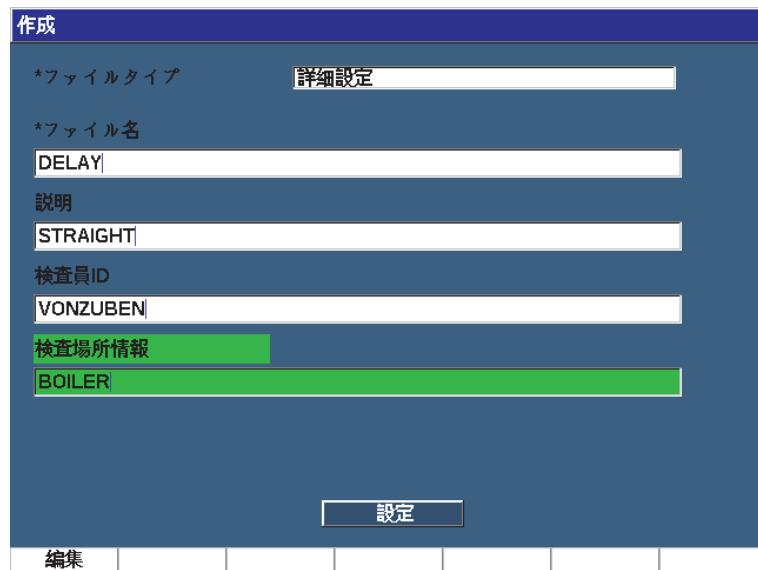

図 10-4 アドバンストファイルタイプの作成
1. ファイル > **作成** (グループ 5/5) を選択し、**作成**設定ページを開きます (210 ページの図 10-4 参照)。